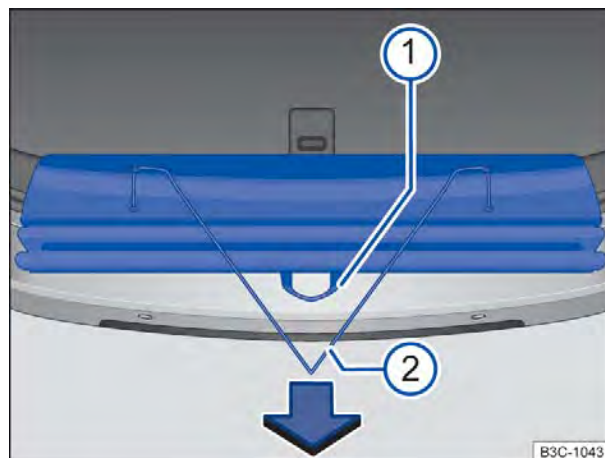

Fig. 103 No compartimento de bagagem: desdobrar e dobrar o pano de proteção.
- Puxar o pano de proteção pela tira ⇒ Fig. 103 ① no sentido da seta por cima do para-choque traseiro.